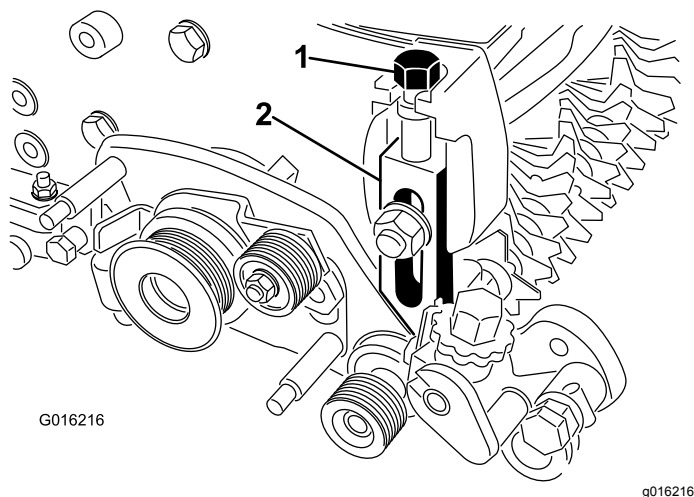

Рисунок 12
27. Заверните винт регулировки высоты скашивания в верхнюю часть узла правого рычага регулятора (**Рисунок 12**).
Примечание: Проследите за тем, чтобы конец стержня узла рычага высоты скашивания вошел во втулку в отверстии узла привода механической щетки (**Рисунок 12**).
31. Заверните винт регулировки высоты скашивания в верхнюю часть узла левого рычага регулятора (**Рисунок 12**).
33. Установите узел левого рычага регулятора на боковую плиту режущего блока, используя имеющиеся несущий болт, гайку и новую шайбу (**Рисунок 12**).